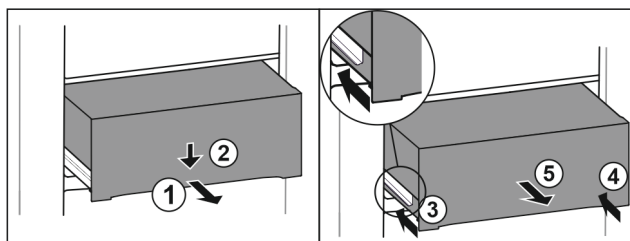

Fig. 100
- ▶ Extraiga el cajón hasta la mitad. Fig. 100 (1)
- ▶ Presionar hacia abajo el cajón de la parte delantera. Fig. 100 (2)
- ▶ Introducir el carril izquierdo unos 2 cm. Fig. 100 (3)
- ▶ Introducir el carril derecho unos 2 cm. Fig. 100 (4)
- ▶ Extraiga el cajón hacia delante. Fig. 100 (5)